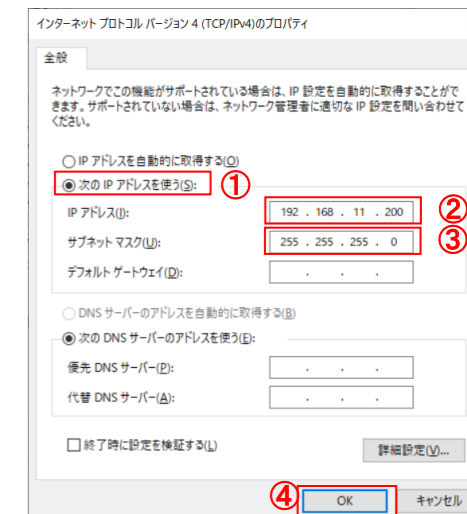

図8. IPアドレス設定
- 「次のIPアドレスを使う」をクリックする。(図8、①)
- IPアドレスに「192.168.1.200」を入力する。(図8、②)
- サブネットマスクに「255.255.255.0」を入力する。(図8、③)
- OKをクリックする。(図8、④)